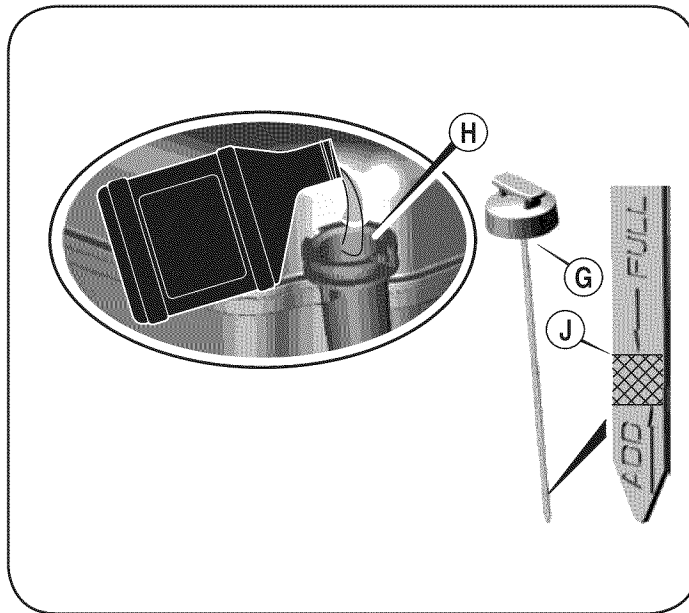

Figura 11
1. Saque la varilla del nivel de aceite (G).
2. Con la cortadora de césped ubicada en suelo nivelado, vierta el aceite lentamente por dentro del tubo de llenado de aceite del motor (H) hasta la marca de límite alto en la varilla medidora del nivel de aceite (J). Vea la Figura 11.
3. Coloque y ajuste la varilla indicadora. Luego quítela para revisar el nivel de aceite. Vea la Figura 11.